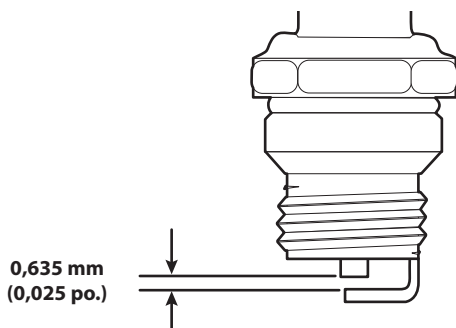

Fig. 29
4. Utilisez une jauge d'épaisseur pour régler l'écartement à **0,635 mm (0,025 po.)** (Fig. 29).